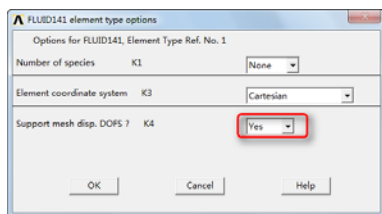

图 9-54 “FLUID141 element type options”对话框
④单击“Element Types”对话框“Options”按钮，会弹出“FLUID141 element typeoptions”对话框，如图 9-54 所示，在“Element coordinate system K4”选择列表中选择“Yes”，单击“OK”按钮关闭该对话框。
⑤单击“Close”按钮，关闭“Element Types”对话框。